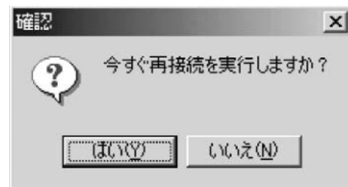

図 10.2 再接続確認画面
上記①～③のいずれかを変更後、「OK」をクリックすると図 10.2 の再接続確認画面が表示されます。変更内容を反映させるには「はい」を選択し、再接続を行ってください。